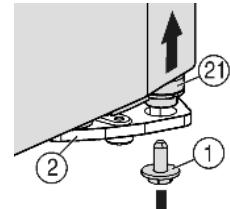
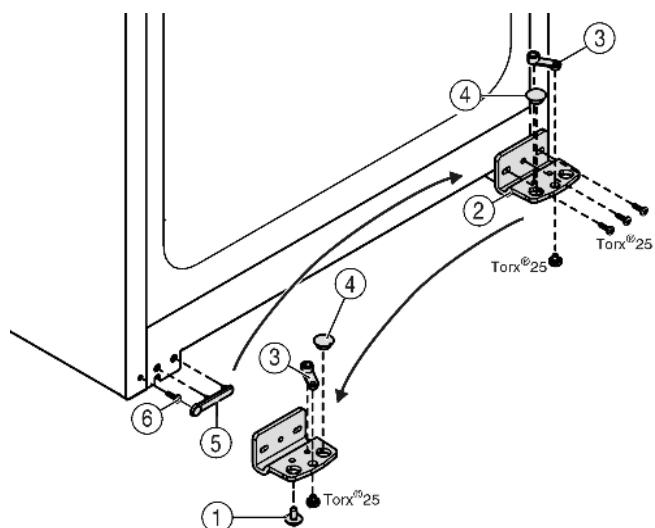

Fig. 4
Fig. 5
- Внизу справа на опорном кронштейне выкрутите фиксирующий винт Fig. 4 (1).
- Опорный палец Fig. 4 (21) можно извлечь из опорного кронштейна Fig. 5 (2).
- Слив установочный винт Fig. 4 (21) не откручивается, его можно вынуть, нажав на него снизу.
- Открутите опорный кронштейн Fig. 5 (2).
- Открутите опорную деталь Fig. 5 (3) и, переставив в отверстие на противоположной стороне опорного кронштейна, снова прикрутите.
- Извлеките заглушку Fig. 5 (4) из опорного кронштейна и переставьте ее в отверстие на противоположной стороне опорного кронштейна.
- Осторожно снимите крышку со стороны ручки Fig. 5 (5).
- ▶ Выкрутите болт Fig. 5 (6) и вкрутите на противоположной стороне.
- ▶ Снова установите крышку Fig. 5 (5).
- ▶ Снова прикрутите опорный кронштейн Fig. 5 (2) на новой стороне шарнира (**с моментом 4 Нм**). При необходимости используйте аккумуляторный шуруповерт.
- ▶ Вкрутите фиксирующий винт Fig. 4 (1) внизу в опорный палец и затяните (**с моментом 4 Нм**).